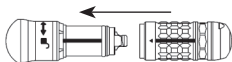

Abbildung 3
3. Den Aufsatz in Richtung des Pfeils auf dem Handstück drehen, um den Pfeil auf dem Aufsatz auf das Verriegelt-Symbol auszurichten (Abbildung 3).